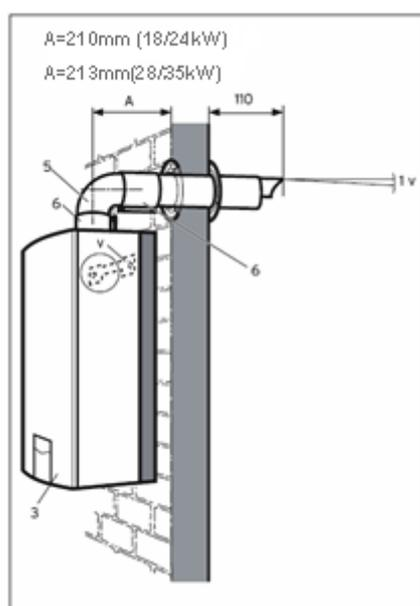

图 5.5 背出安装
- 如果烟道从燃气采暖热水炉的上部向后排，就可以直接使用设备包装内的安装挂图，按照挂图上所示的烟道位置确定烟道的出墙位置。参考图 5.5。
- 如果烟道从燃气采暖热水炉的上部向侧面排出，烟道出口的位置要结合安装挂图上所示的烟道位置和烟道中心距墙的距离来确定。烟道中心距墙的距离参考图 5.5 尺寸 A。